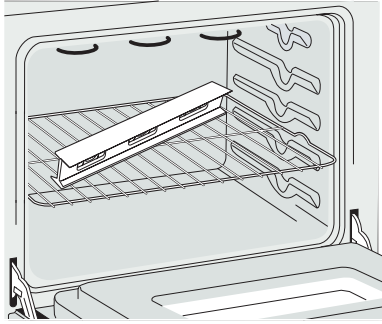

Figura 8
Para una instalación típica de un horno eléctrico incorporado debajo del mostrador, véase la figura 8.
1. Instale una rejilla al centro del horno superior (vea la Figura 8).